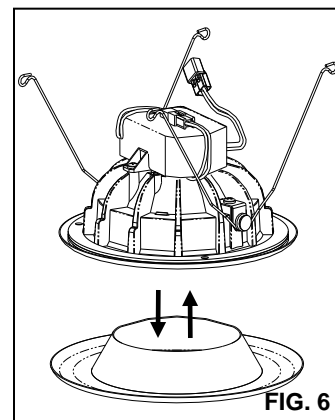

FIG. 6
- Retire el BORDE DECORATIVO de el ADAPTADOR DECORATIVO. (FIG. 6)
- Incorpore el BORDE DECORATIVO de reemplazo en el ADAPTADOR DECORATIVO. (FIG. 6).
- Retire el ANILLO DECORATIVO de los imanes integrados en el DISIPADOR DE CALOR. (FIG. 6)
- Vuelva a colocar el LENTE DE PLÁSTICO. Reemplace el ANILLO DECORATIVO. (FIG. 6)